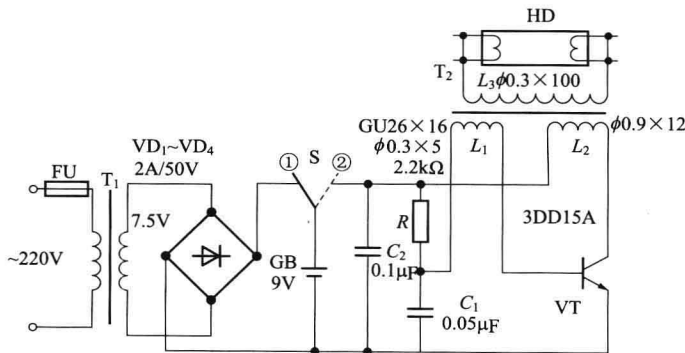

图 1.5 应急照明灯电路
应急照明灯电路如图 1.5 所示。当开关 S 在①的位置时,220V 的交流电源经变压器 T_1 降压、 $VD_1 \sim VD_4$ 整流后向蓄电池 GB 充电。当停止交流供电时,可把开关 S 拨向②的位置,此时蓄电池向逆变变压器 T_2 次级输出高压电,使灯管启辉。逆变变压器采用铁氧体罐形磁心绕制,规格为 GU26 $\times$ 16。绕制时,要注意高压绕组 L_3 的绝缘。电池组可根据条件选用。电源变压器可用 10V $\cdot$ A 铁心绕制。灯管可选用 7W 的 H 形或 U 形节能灯。电路安装无误后,如通电不起振,则有可能是反馈线圈接反,一般来讲,将 L_1 两端对调,即可正常工作。调整 C_1 的容量可改变振荡频率, C_1 的容量越大,振荡频率越低。